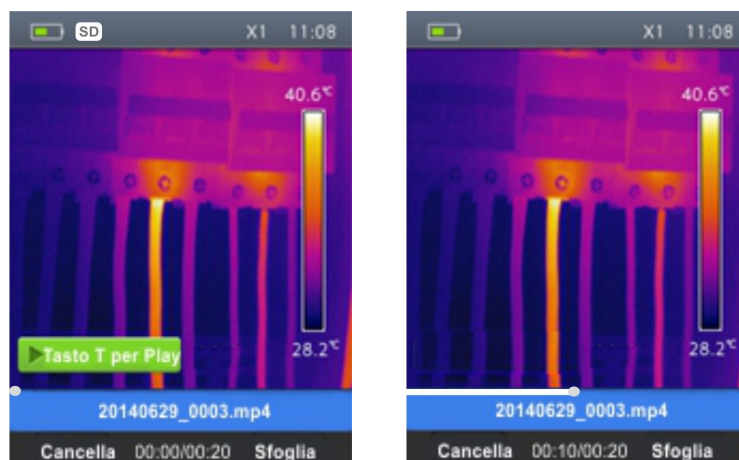

Abb. 28: Abspielen eines Videos im Display
1. Drücken Sie die  Taste und rufen Sie das Video im Display auf (siehe Abb. 28 – Linke Seite).
4. Drücken Sie die **T** (Trigger) Taste zum Abspielen des Videos. Ein Cursor und eine Fortschrittsleiste werden im Display angezeigt (siehe Abb. 28 – Rechte Seite).